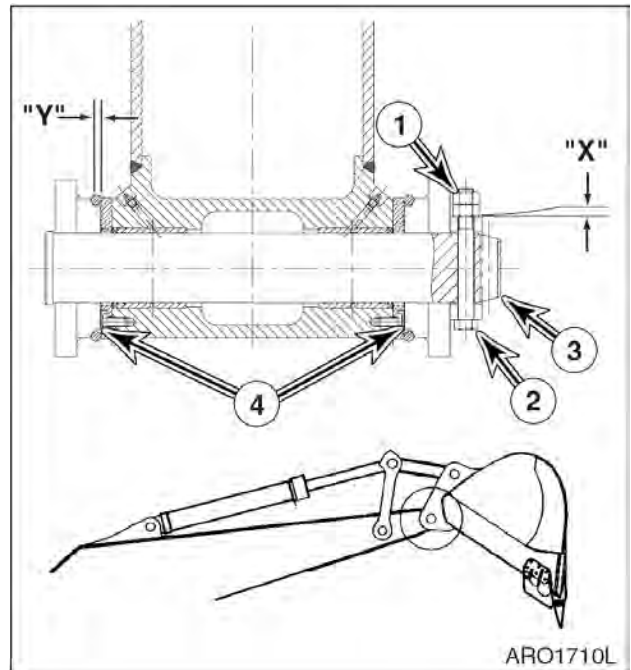

Рис. 99
2. Сместить ковш в сторону и проверить поперечный люфт под уплотнительными кольцами в точке присоединения. Суммарный зазор должен быть равен 1 мм между боковой стороной бобышки и внутренней стороной втулки проушины (Y, рис. 99). Слишком тугая посадка (меньше 1 мм) может вызвать чрезмерный износ, а слишком большой зазор может вести к повышенному шуму и быть потенциально опасным с точки зрения управления.
4. При необходимости регулировки снять две контргайки (1, рис. 99) и болт (2) с пальца (3). Добавить (или удалить) регулировочные шайбы (4) по мере необходимости. Следует использовать одинаковое количество шайб с каждой стороны. Установить болт (2) и две контргайки (1). Контргайки должны отступать от бобышки на 1-2 мм в точке (X).